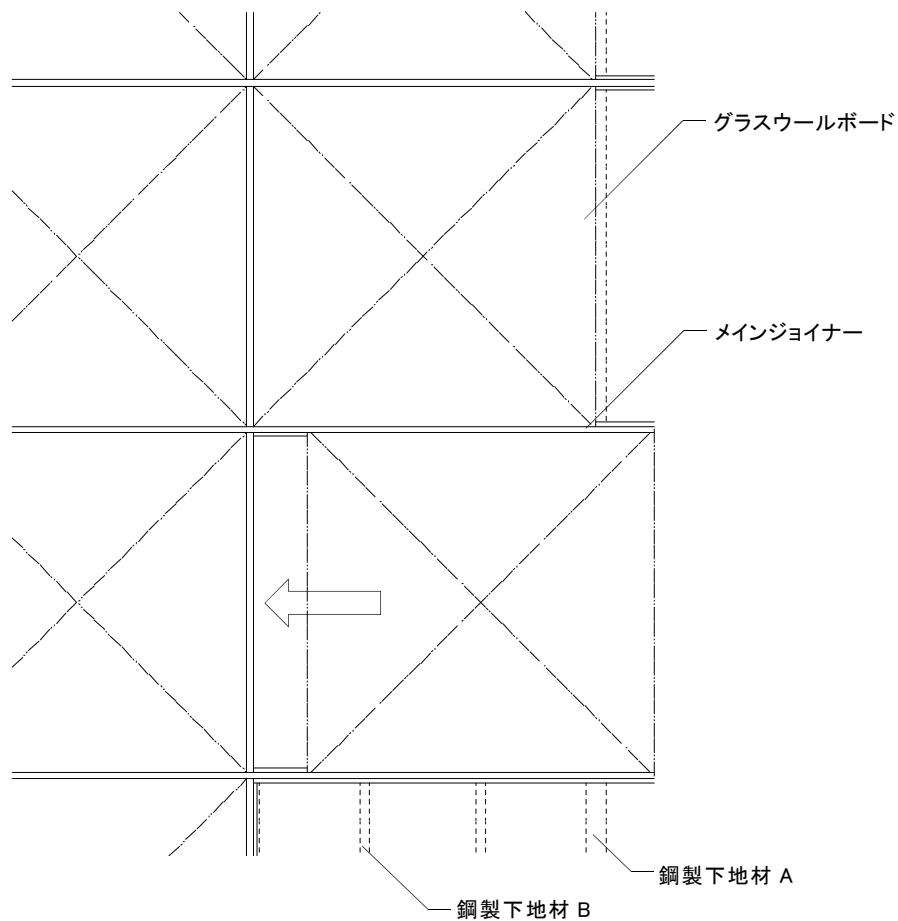

図 2-3-1 グラスウールボードの取付け①
①グラスウールボードをメインジョイナーに挿し込む。(図 2-3-1 参照)